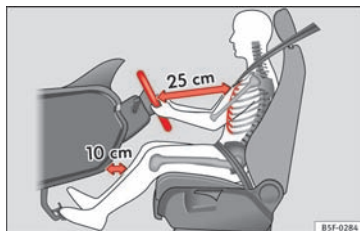

Fig. 83 Korrekt afstand mellem fører og rat
- Indstil rattet, så afstanden mellem rattet og førerens brystkasse er mindst 25 cm » Fig. 83.
- Indstil førersædet, så der mindst er 25 cm mellem brystkassen og rattets midte » Fig. 83. Hvis du sidder tættere på end 25 cm, beskytter airbagsystemet ikke optimalt.